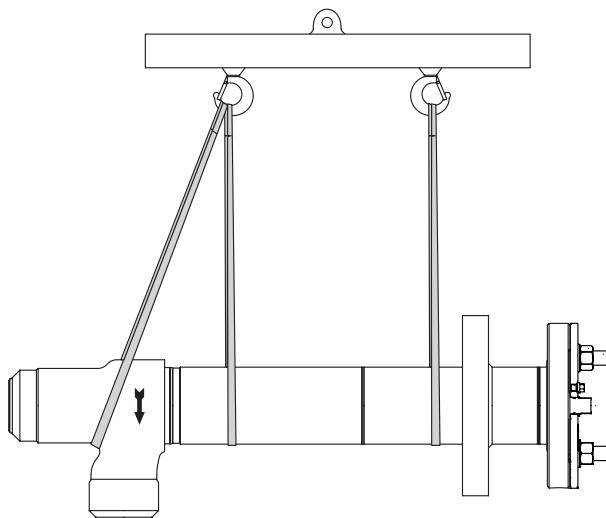

Рис. 4-3: Точки подъема на регулирующем клапане: горизонтальное поднимание с помощью траверсы с установленным транспортиrovочным кожухом
1. Прикрепите две подъемные стропы к криогенному удлинителю и верхней части клапана или раме, а также к подъемному средству (например, крюку) крана или вилочного погрузчика, см. Рис. 4-3.